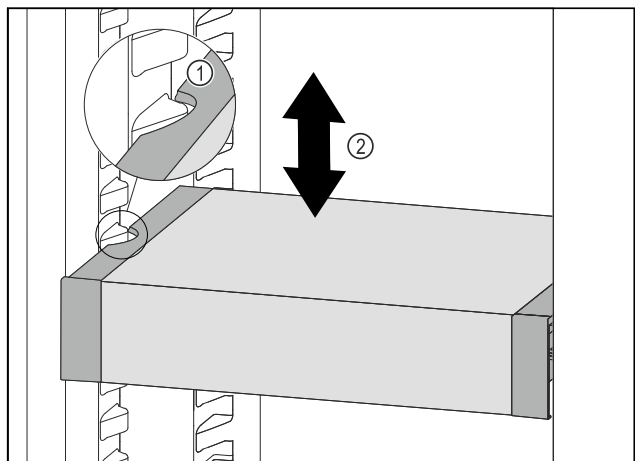

Fig. 84
- ▶ Tirare VarioSafe in avanti fino a quando le cavità laterali di VarioSafe non si trovano al livello della nervatura del contenitore nel vano frigorifero. Fig. 84 (1)
- ▶ Spostare VarioSafe verso l'alto o verso il basso nel vano frigorifero fino a raggiungere l'altezza desiderata. Fig. 84 (2)